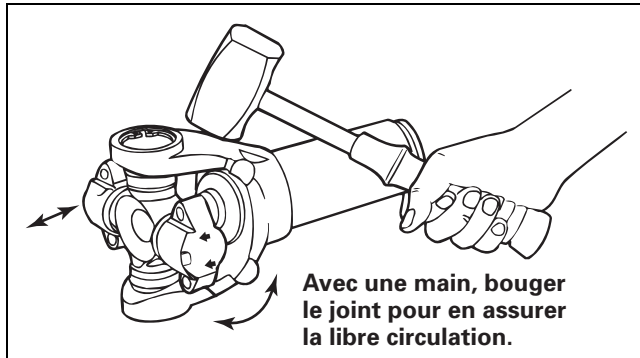

Figure 16
8. Veuillez vous assurer que le joint universel se déplace librement. Frapper l'oreille de la chape avec un marteau en laiton ou en cuivre jusqu'à ce que le joint se déplace librement. Figure 16.